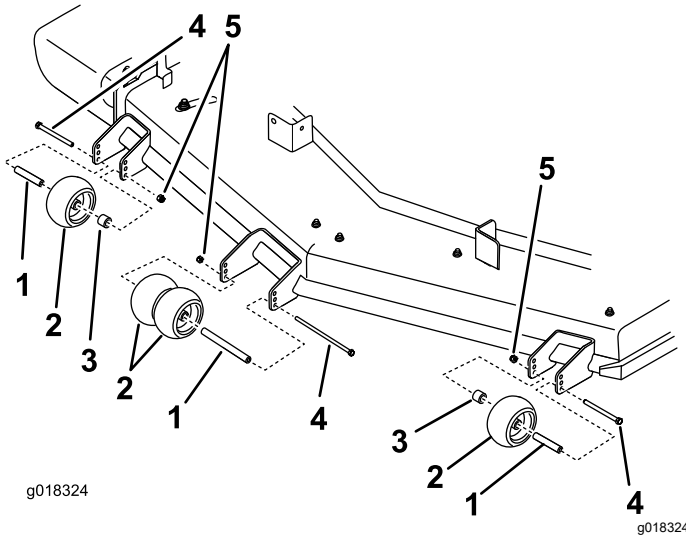

Figure 20
4. Veillez à monter les entretoises et les bagues (Figure 20).